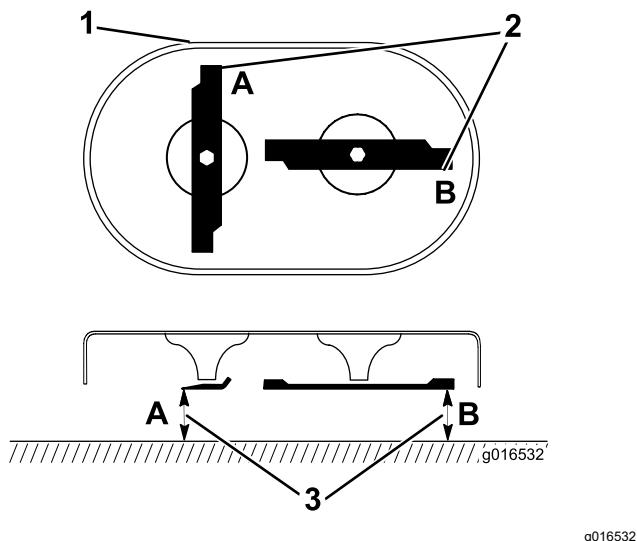

Figure 28
1. Tournez les lames à la position indiquée à la Figure 28.
2. Mesurez la distance entre une surface plane et le tranchant des lames aux points **A** et **B**, (Figure 28), et notez ces deux dimensions.
3. Tournez les lames pour faire passer les extrémités opposées aux points **A** et **B** (Figure 28).